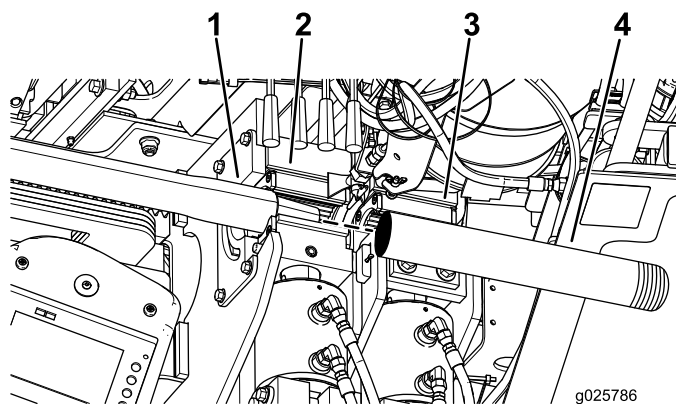

Figure 86
4. Ramenez la tige et la barre avant dans le guide-tige et dans les clés, en alignant le joint supérieur épais de la barre sur la clé supérieure (Figure 86).